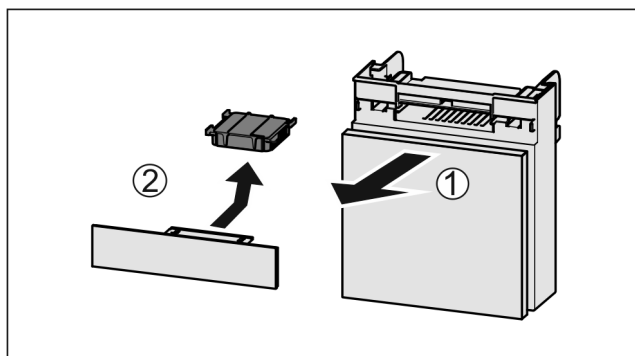

Fig. 183
- Wyciągnąć Fig. 183 (1) komorę do przodu.
- Wyjąć Fig. 183 (2) filtr z węglem aktywowanym.